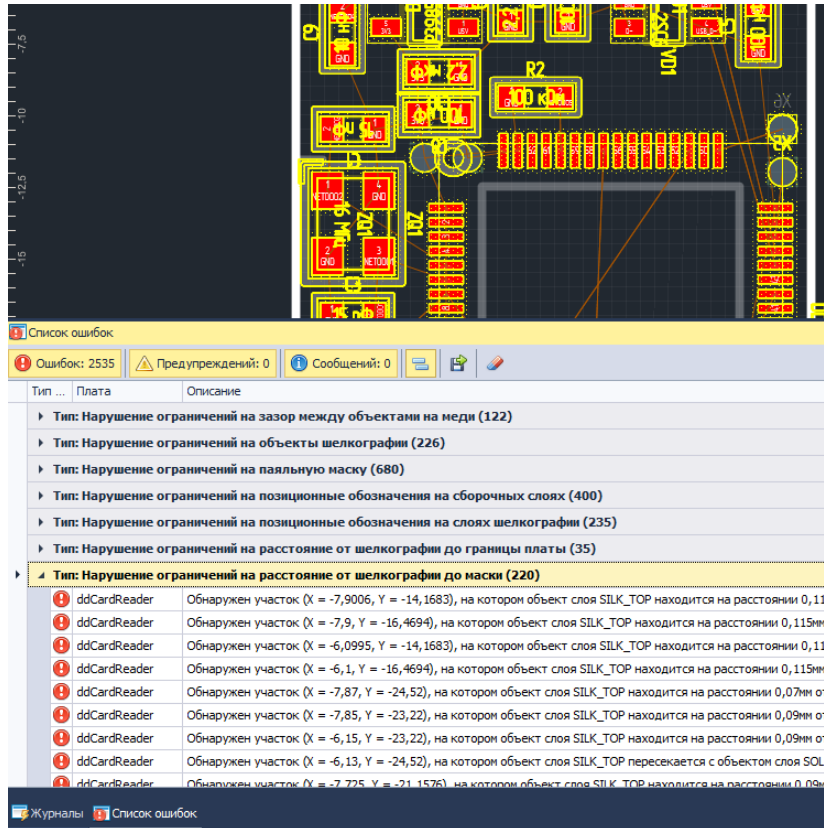

Рис. 455 Отображение выявленных нарушений по итогу выполнения проверки платы на технологичность
4. При выявлении ошибок в ходе выполнения проверки, в панели «Список ошибок» будут отображены все нарушения, см. Рис. 455. Также все выявленные нарушения будут подсвечены на плате.